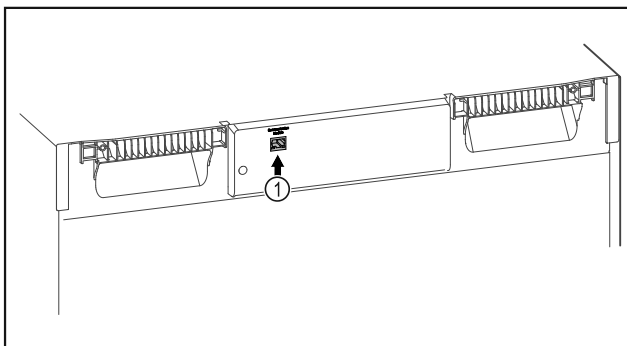

Fig. 107
- Je používán SmartModule Fig. 107 (1).